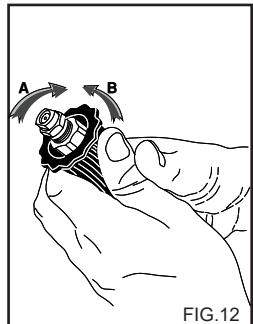

FIG.12
## GEBRUIK VAN DE VERSTELBARE KOP (Fig. 12)
2) Bedien de hogedrukreiniger, open de reinigingsmiddelkraan (indien aanwezig), activeer het aanzuigmechanisme van reinigingsmiddel op de lans (fig. 12) en maak het te reinigen oppervlak nat van boven naar beneden.